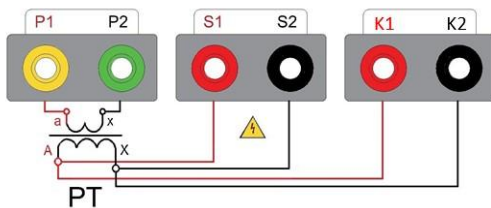

图 3、PT 变比/极性/角差/比差
进入电压互感器检测界面（图 17），参照（图 3）接线后，选择直流电阻、励磁特性，可实现两项同测。结果见（图 20）。
**PT 变比极性测试：**按（图 3）接线选择变比极性并点击测试，结果见（图 24）。结果显示实际电流比、匝数比和极性状态（- 减极性为同相）。点击一次输入、二次输入可查看任意点的变比值。